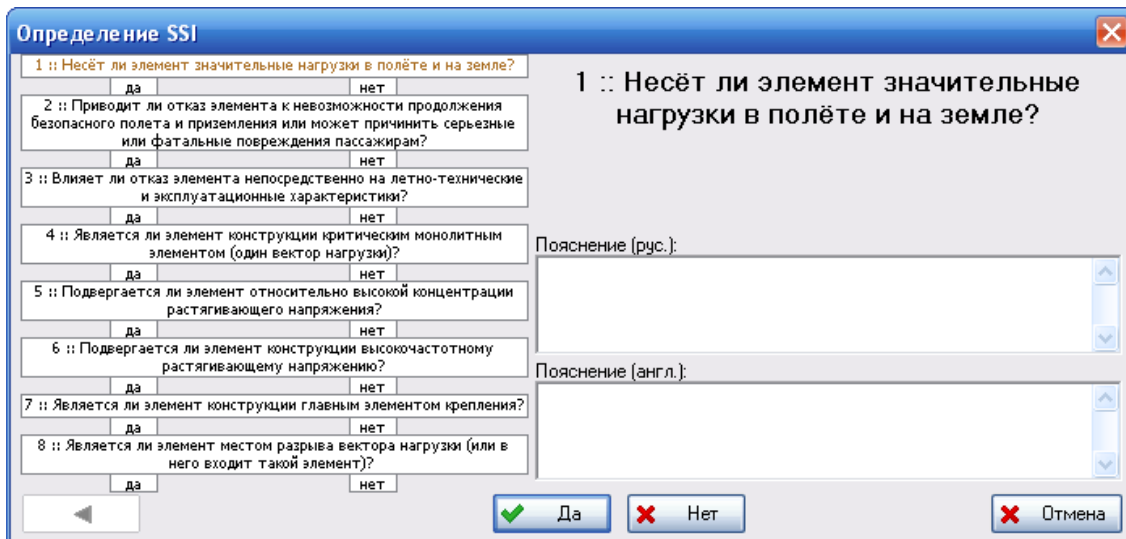

Рис. 3-47
3. В результате откроется окно, представленное на рис. 3-47. Этот диалог реализует алгоритм определения SSI. Каждый шаг алгоритма – определенный вопрос, на который должен ответить пользователь. Перечень задаваемых вопросов зависит от настройки работы над проектом по системе. Вопросы, задаваемые системой, содержатся в классификаторе «Вопросы для определения элементов SSI».